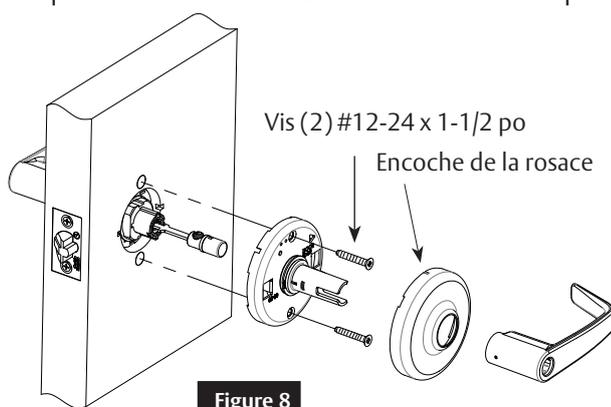

Figure 8
4. Orientez les encoches d'arrêt sur la partie latérale de la rosace dans le sens des ouvertures sur le côté de l'ensemble bloc-ressort. Voir figure 8.